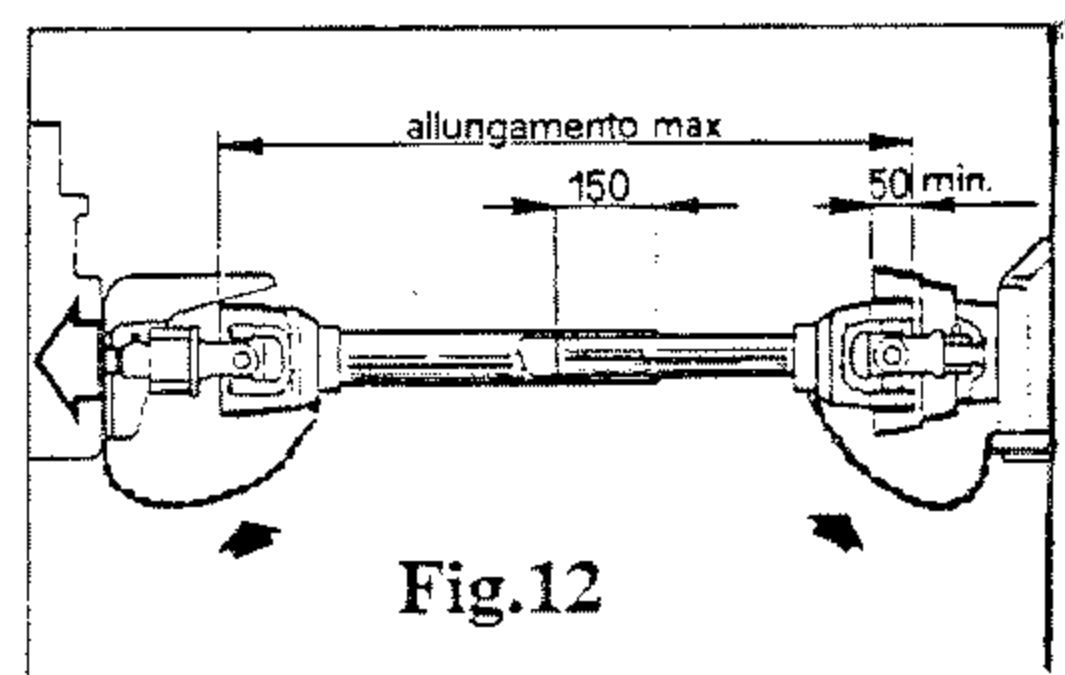

Fig.12
- * Assicurarsi che il cardano in posizione di massima chiusura resti aperto non meno di 50 mm; in caso di massima apertura i due pezzi devono essere sovrapposti non meno di 150 mm. (fig.12)
- * Make sure that, when the drive-shaft is at maximum closing, there are still 50 mm left and, when it is at maximum extension, the two parts overlap at least 150 mm.(fig.12)